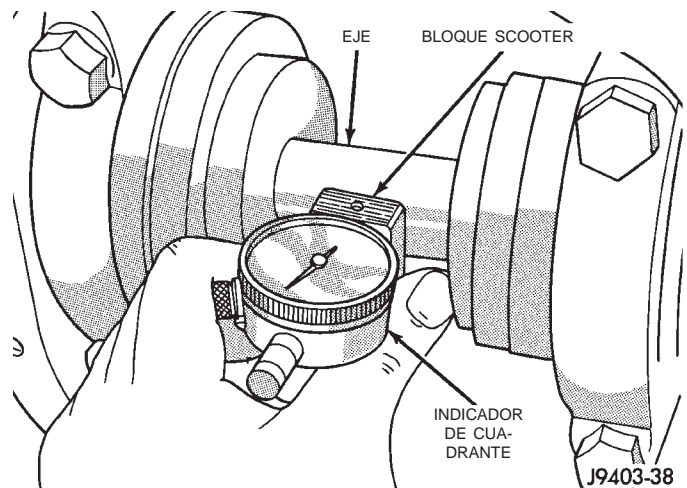

Fig. 59 Medición de profundidad del piñón satélite—característica
(8) Deslice el probador del indicador de cuadrante por el espacio entre el bloque de altura del piñón y la barra del eje, manteniendo el bloque scooter apoyado contra el bloque de altura del piñón (Fig. 59). Cuando el probador del cuadrante entra en contacto con la barra del eje, la aguja del cuadrante va a girar hacia la derecha. Vuelva a colocar la aguja del cuadrante en cero contra la barra del eje sin girar la cara del cuadrante. Continúe moviendo el probador del cuadrante hacia la cresta de la barra del eje y registre la lectura más alta. Si el indicador de cuadrante no puede lograr la lectura cero, la cubeta del cojinete trasero o el juego de calibradores de profundidad del piñón no están instalados correctamente.